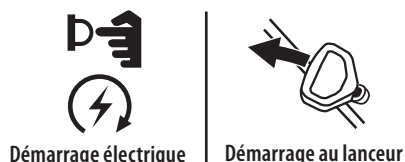

Figure 68
Consultez la notice d'utilisation du moteur pour les instructions au sujet du démarrage et de l'arrêt du moteur. Voir (Figure 68).
4. Installez la lame de raclage neuve et vérifiez que la tête des boulons de carrosserie est placée à l'intérieur du boîtier. Serrez bien. Voir Figure 68.